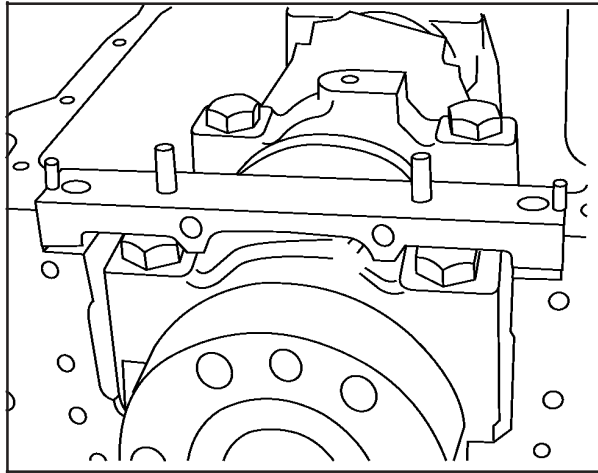

FIG 15
11. Monte a placa intermediária e os dois vedadores novos **Fig. 15**.